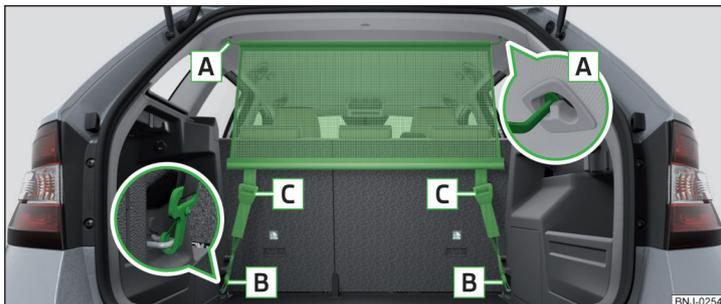

Fig. 98 Rede divisória atrás dos bancos traseiros
- ▶ Aplicar a barra transversal no alojamento [A] » Fig. 98 primeiro de um dos lados e pressionar para a frente. Do mesmo modo fixe a barra transversal do outro lado do veículo no encaixe [A].